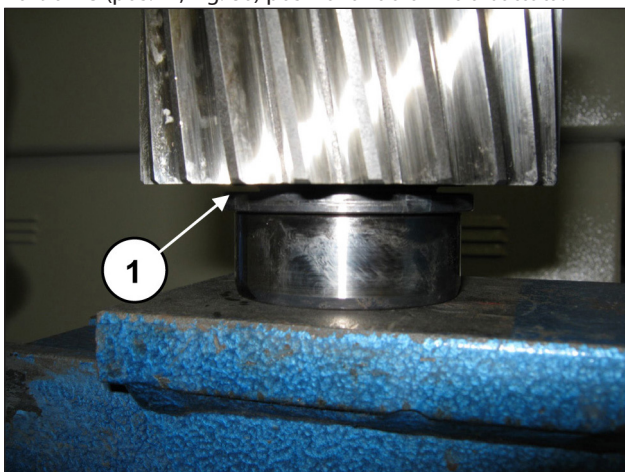

Fig. 80
Premontare sul pignone l'anello interno del cuscinetto  $40 \times 90 \times 23$  (pos. ①, Fig. 80) posizionandolo fino a battuta.